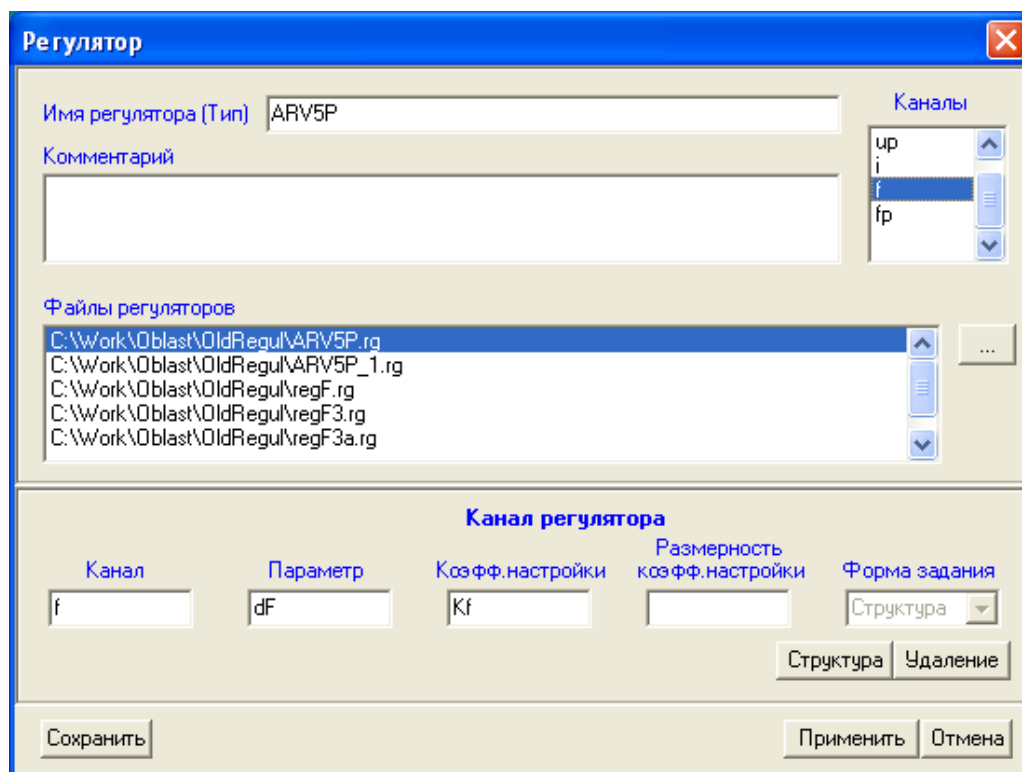
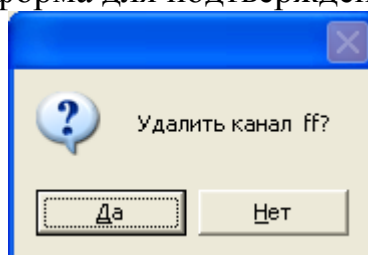
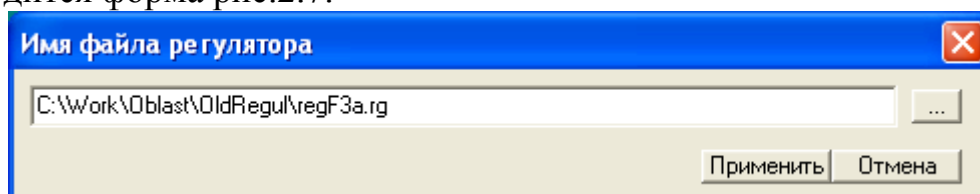
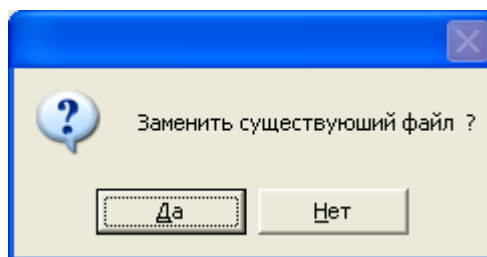

Рис.2.2.
Рис.2.6.
Рис.2.7.
Рис.2.8.
- 2.2. Команда формирования структуры регулятора запускается из главного меню цепочкой директив *Операции – Регулятор*. На экране дисплея появляется форма рис.2.2. Для коррекции или просмотра задания в окне *Файлы регуляторов* указатель устанавливают на корректируемый файл, для ввода нового задания – на свободную строку в конце списка. В окне *Имя регулятора(Тип)* записывают имя или тип регулятора (например, ARV5P). В необязательное окно *Комментарий* можно записать любой текст, длиной до 128 символов. Эта информация доступна только в этом окне при последующем просмотре данных регулятора. Заполняют окна в разделе *Канал регулятора*. В окне *Канал* записывается индивидуальный шифр канала. Шифр служит для идентификации канала в списке *Каналы* этой же формы и при просмотре спектров каналов. В окна *Параметр*
Содержание окон *Имя параметра* и *Коэфф.настройки* определяется окнами *Параметры* и *Коэфф.настройки* формы на рис.2.2, и изменению не подлежат. Содержание окна *Исходное имя* повторяет имя явления списка *Параметры*, на которое указывает курсор списка. С помощью этого окна выбирают график, соответствующий спектральной характеристике канала регулятора. В окне *Значение* заносят значение коэффициента настройки, для которого был получен вводимый график. С помощью клавиши *Выполнить* заносят выбранный график в структуру канала регулятора.
- 2.4. С помощью клавиши *Удаление* формы на рис.2.2 можно из структуры регулятора удалить канал, на который указывает курсор списка *Каналы*. Выводится форма для подтверждения удаления рис.2.6.
- 2.5. Для завершения формирования структуры регулятора и записи данных в файл предназначена клавиша *Применить* формы на рис.2.2. Для ввода имени файла, в котором будет сохранена структура регулятора, выводится форма рис.2.7.
Имя существующего файла на форме отображается чёрным цветом, имя нового файла – красным. Смена папки производится посредством клавиши поиска «...». Файл формируется после нажатия клавиши *Применить*. Если файл с указанным именем уже существует, выводится запрос рис.2.8.
- В окно *Тип регулятора* записывается тип, присвоенный регулятору в окне *Имя регулятора (Тип)* в форме рис.2.2.
- После нажатия клавиши *Применить* выводится окно для ввода имени файла спектра в форме, аналогичной рис.2.7. Файлы спектров имеют расширение “.s”. Если файл уже существует, то он отображается черным цветом и после нажатия клавиши *Применить* выводится запрос рис.2.8. Производится расчет спектра. На время расчета курсор «мыши» принимает вид песочных часов.
- После нажатия клавиши *Применить* выводится окно для ввода имени файла области d-разбиения в форме, аналогичной рис.2.7. Файлы спектров имеют расширение “.o”. Если файл уже существует, то он отображается черным цветом и после нажатия клавиши *Применить* выводится запрос рис.2.8. Производится расчет области d - разбиения.
- После нажатия клавиши *Открыть* выводится окно для ввода имени файла импульсного отклика в форме, аналогичной рис.2.7. Файл имеет расширение “.i”. Если файл уже существует, то он отображается черным цветом и после нажатия клавиши *Применить* выводится запрос рис.2.8. Производится расчет Импульсного отклика.